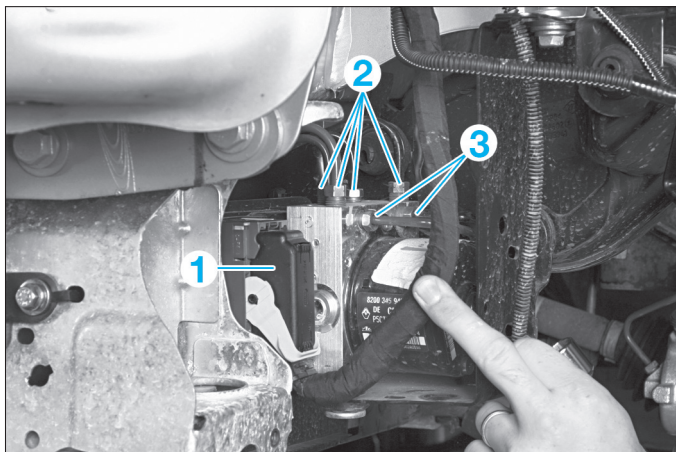

FIG. 24
- Débrancher le connecteur ABS (1) (fig. 24).
- Déposer les tuyaux d'ABS supérieurs (2).